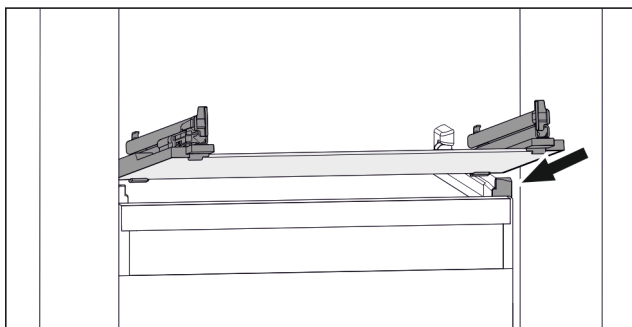

Fig. 113 Simbolična slika steklene plošče
- ▶ Steklenu ploščo postavite v poševnem položaju za zaustavljalniki. (glejte Fig. 113)